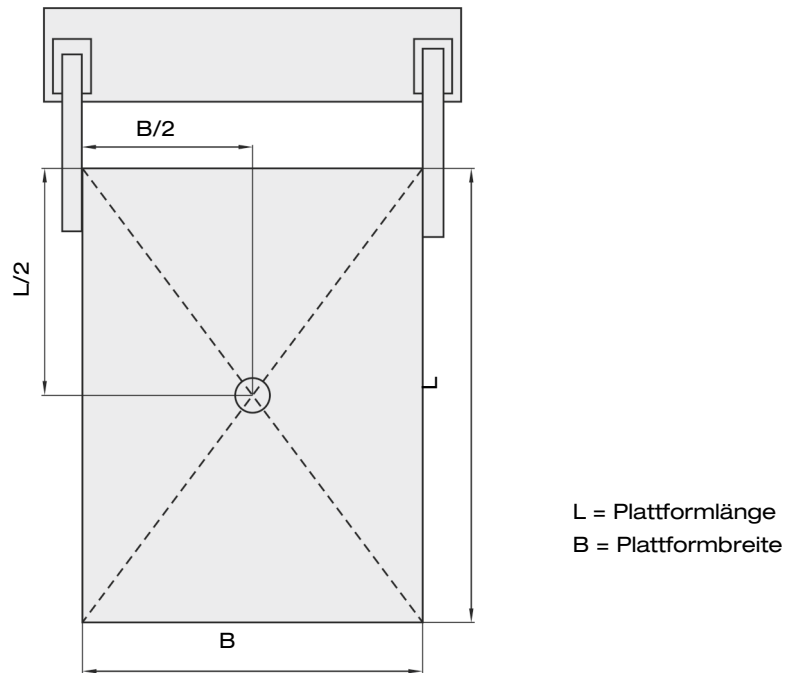

Abbildung 10: Mittelpunkt der Plattform
- ⇒ Lassen Sie die Taste „UNFOLD“ (3) auf der Fernbedienung los.
- ⇒ Achten Sie darauf, dass der Schwerpunkt des Rollstuhls über der Mitte der Plattform steht (siehe Abbildung 10, Seite 26). Dadurch vermeiden Sie übermäßigen Verschleiß am Linearlift.